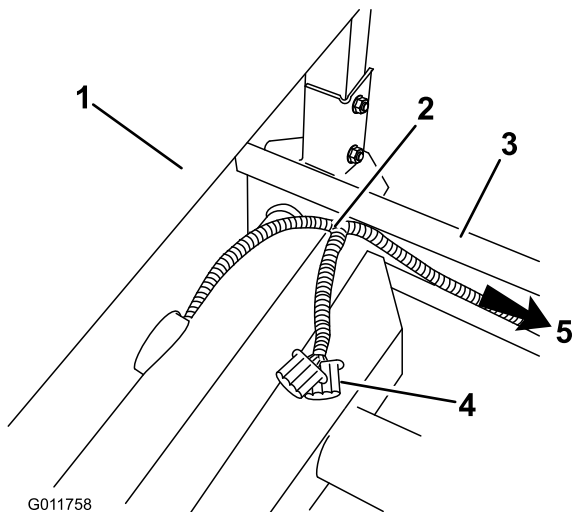

図 13
14. ROPS カバーのところ(座席アセンブリ後部)で、ハーネスを立ち上げてフレームの上に出し、。散布システム用の電源コネクタが車両下部から上に出るようにする(図 13)。